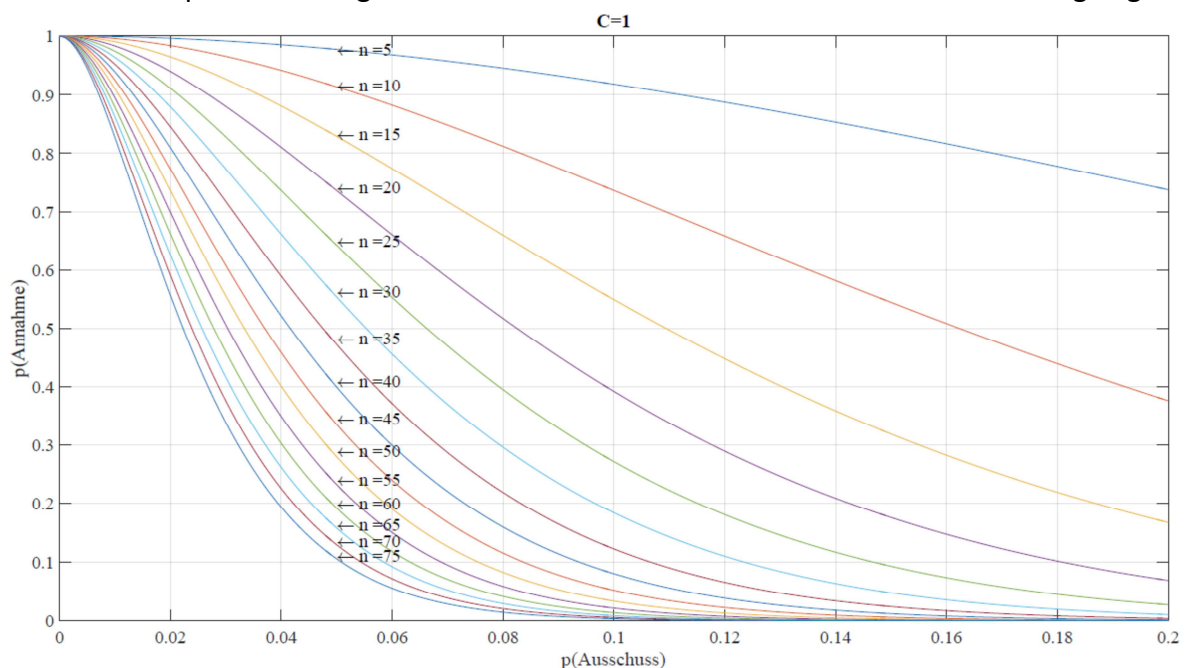

Bild 11.1: OC-Diagramm für unterschiedliche Stichprobengrößen n und $c = 1$
- Zeichnen Sie den Produzentenpunkt und den Konsumentenpunkt in Bild 11.1 ein.